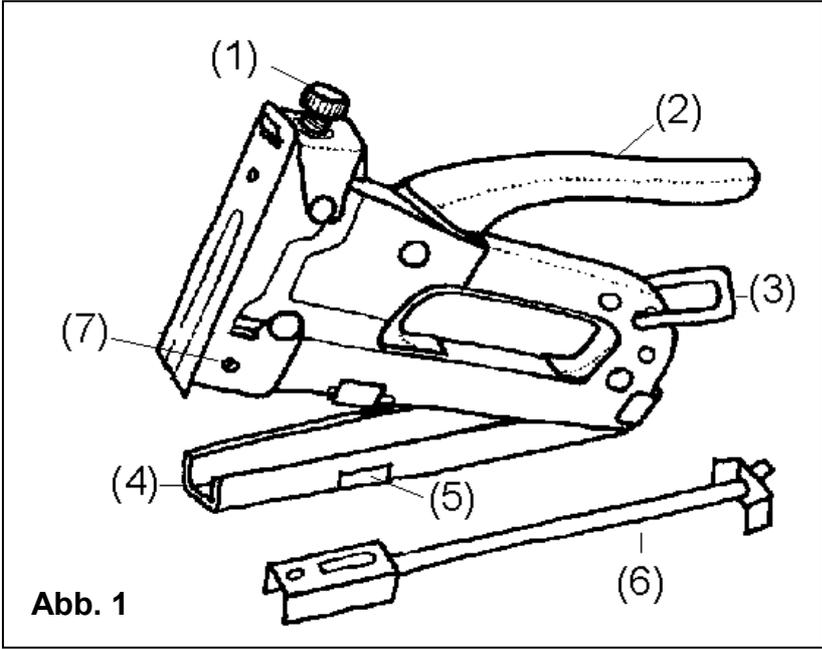
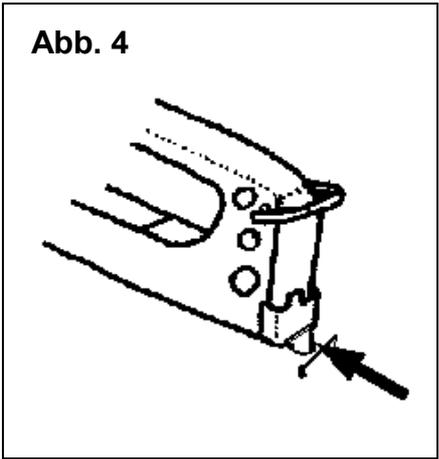

Abb. 1
Abb. 4
Gerätebeschreibung (Abb.1)
- Setzen Sie die Mündung des Tackers an die Stelle des Materials, in die Sie das Eintreibmittel eintreiben wollen, und drücken Sie den Auslöser(2) zügig nach unten (Abb.1).
- Beobachten Sie von Zeit zu Zeit die Eintreibmittelanzeige (7) und füllen Sie rechtzeitig das Magazin mit Eintreibmitteln nach.
- Falsch positionierte Klammern / Nägel können mit Hilfe der Lasche am Ende des Klammerschiebers (6) entfernt werden (Abb. 4).